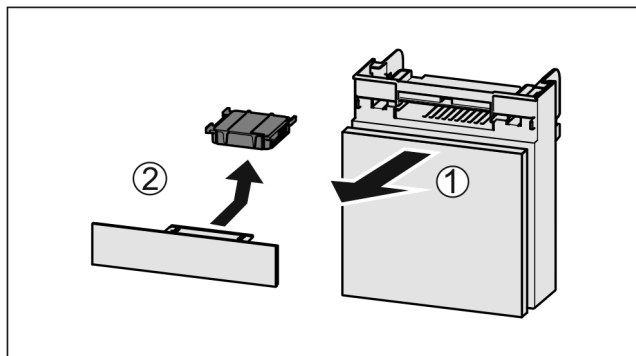

Fig. 83
- ▶ Predal izvalcite Fig. 83 (1) naprej.
- ▶ Odstranite Fig. 83 (2) aktivni ogljeni filter.